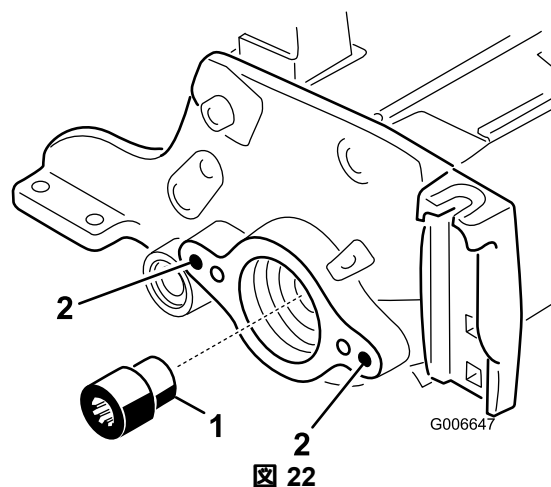

図 22
19. リール駆動シャフトツールを使って、リールシャフトのリールモータ側の端部からスプライン付きインサートを取り外す 図 22。モデル 03665 および 03666 にはツール TOR4112 を使用する。モデル 03685 および 03686 にはツール TOR4074 を使用する。スプライン付きインサートが入っていたところのネジ部についているグリスをきれいにふき取ること。
20. リールシャフトに新しい長いスプライン付きインサートを取り付ける 図 22。インサートを取り付ける前に、ネジ山部分にロックタイト青を塗りつける。8595 in-lb 11.512.8 kg.m にトルク締めする。